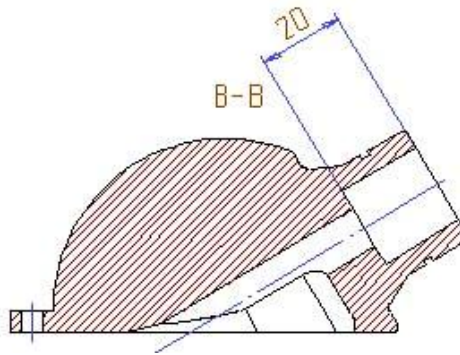

Рисунок 2.36 – Встановлення розміру, що визначає глибину отвору
1. Натисніть кнопку «Размер параллельный ребру»  на панелі «Размеры» і встановіть розмір, що визначає глибину отвору за допомогою ребра (рис. 2.36).